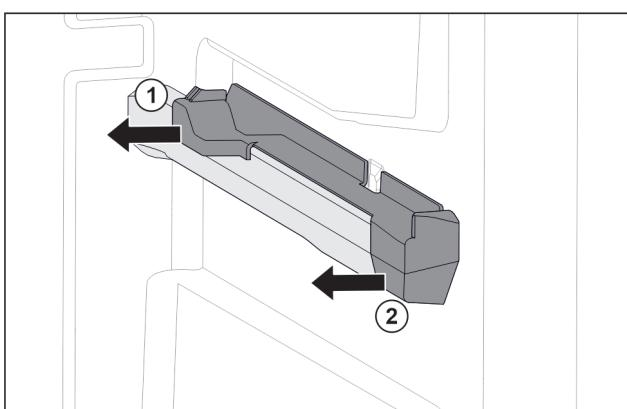

Fig. 30 Násuvný diel na pravom rebre nádoby
► Stiahnite násuvný diel vzadu do strany. Fig. 30 (1)
► Stiahnite násuvný diel vpriedu do strany. Fig. 30 (2)